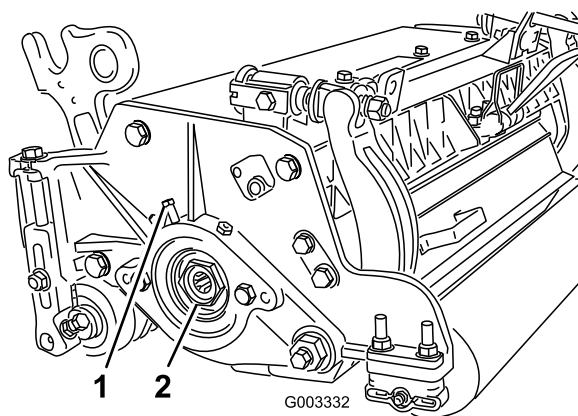

図 26
- A. カuttingユニットの左側にあるベアリングハウジングにベアリング調整ナットを固定している固定ネジをゆるめる図 26。